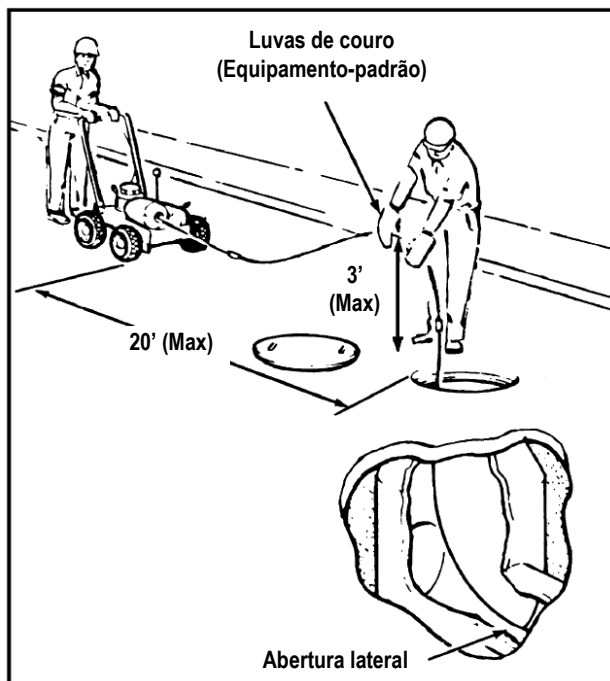

Figura 3 – Operação da Desentupidora
**⚠️ ADVERTÊNCIA** Siga sempre o procedimento operacional correto a fim de manter um controle adequado da máquina e das hastes, bem como para evitar sérios ferimentos (*Figura 3*).
11. Conforme a máquina é empurrada para a frente, o controlador da haste deverá empurrar para baixo na haste com a haste guiada entre os polegares e as palmas das mãos com os dedos esticados (*Figura 3*).